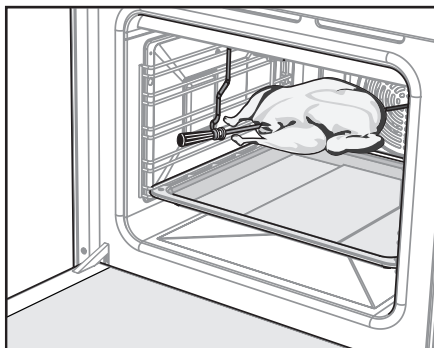

Рис.16
- Насадите на штык кусок мяса или тушку птицы (привязав крылья и ноги к тушке) и закрепите его вилками посредством крепежных винтов. Штык вертела располагается по диагонали внутри духовки. Закрепленный на штыке кусок мяса должен находиться точно под грилем (рис. 16).